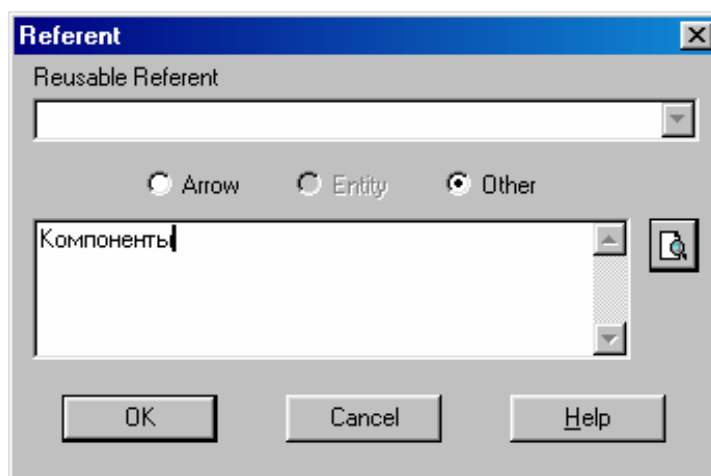

Рисунок 8.8 – Создание объекта ссылки
8. Внесите имя объекта внешней ссылки "Компоненты" (рисунок 8.8).